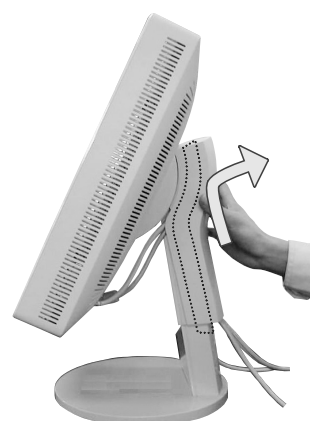

Rysunek C.7
11. Obróć ekran o 90 stopni i ustaw go w położeniu początkowym. Pochylenie i wysokość monitora można odpowiednio ustawić (**Rysunek C.7**).